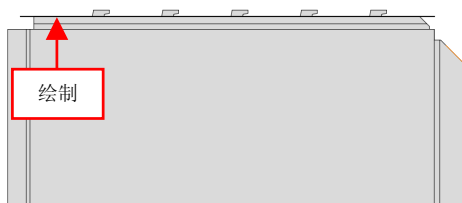

图 13-74 绘制草图对象
(5) 单击菜单栏中的【插入】|【钣金】|【绘制的折弯】命令，选取钣金上表面对象，进入草图绘制环境，绘制草图对象，如图 13-74 所示。